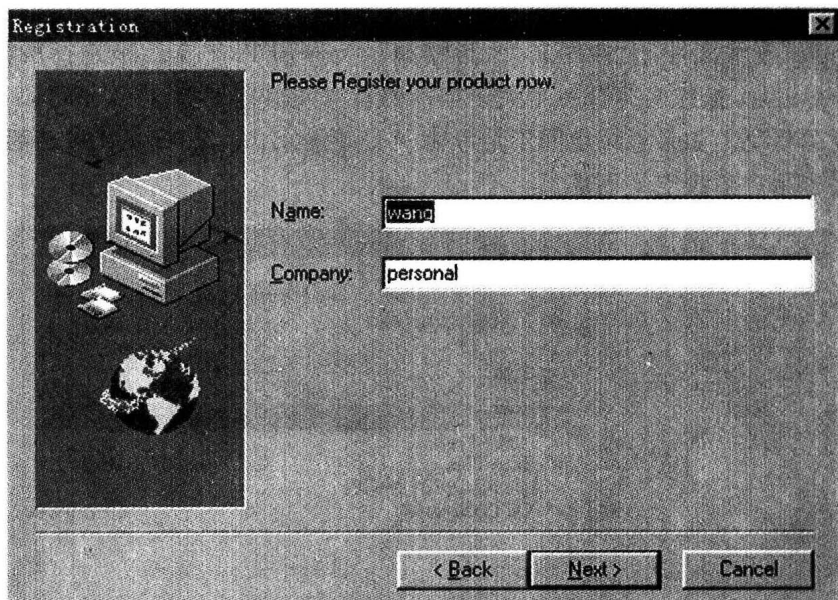

图 1-4 Registration 窗口
(2) 在确认接受 PowerLogic 软件法律保护条款后,系统将打开 Registration(注册)窗口,如图 1-4 所示。在窗口中的 Name(姓名)对话框中输入用户的姓名,在 Company(公司)对话框中输入用户所在的公司名称,否则系统将不进入下一步安装。在输入完毕后,点击 Next 按钮,系统将弹出注册信息显示窗口。在确认注册无误后,点击 Yes 按钮进入下一步安装。